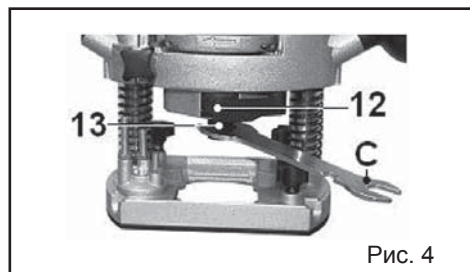

Рис. 4
7.2. Установка фрезы в цанговый зажим и замена цангового зажима (Рис.4).